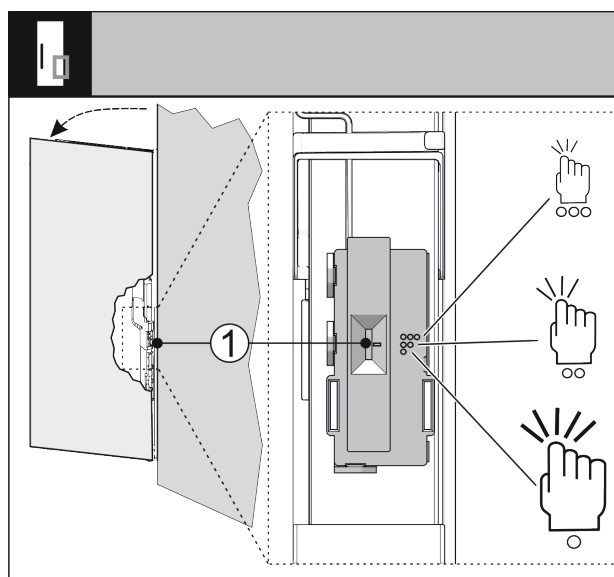

Fig. 71
A koppintásérzékelő érzékenysége kapcsolóval Fig. 71 (1) állítható. A kapcsoló a zsanérok oldalán található az ajtó alsó harmadán.
- ▶ Tolja a kapcsolót Fig. 71 (1) a kívánt kapcsolóállásba.